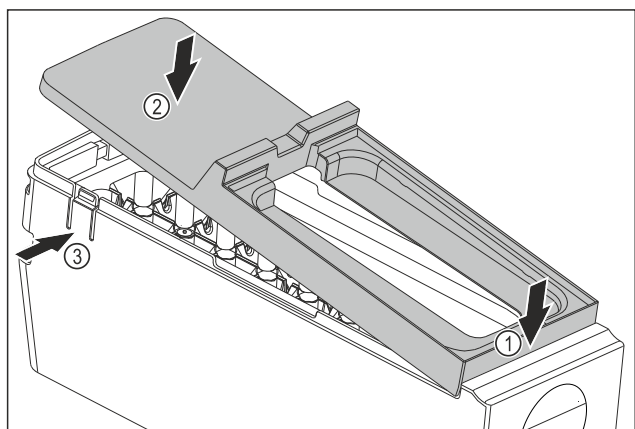

Fig. 114
- ▶ Montering af EasyTwist-Ice-legemets afdækning: Påsæt afdækningen foran. Fig. 114 (1)
- ▶ Sænk afdækningen bagtil. Fig. 114 (2)
- ▷ Afdækningen går hørbart i indgreb i begge lasker Fig. 114 (3).